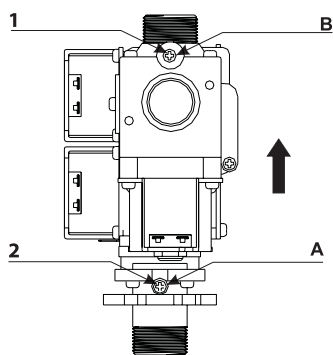

Рис. 14. Газовый клапан
- Открутите винт 1 и подключите газовый манометр к штуцеру замера давления газа «В» на выходе из газового клапана (см. рис. 14);